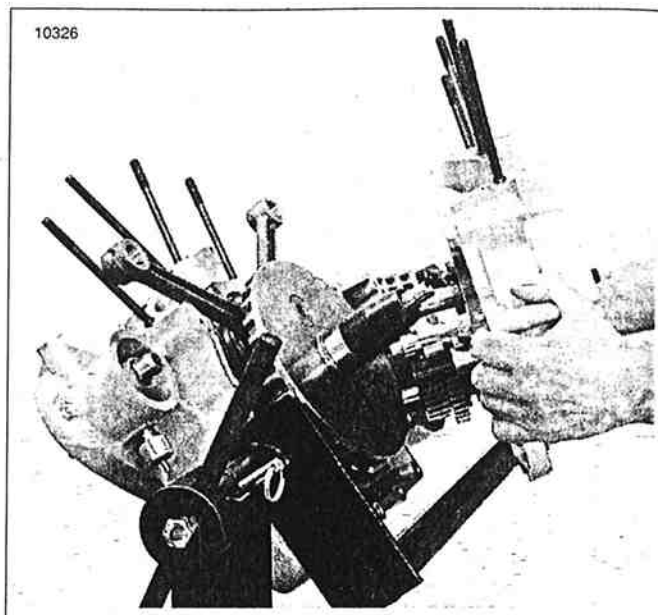

Figura 3-112. Armado de las mitades del cárter
- d. Vea la Figura 3-112. Cuidadosamente acople los cárter.